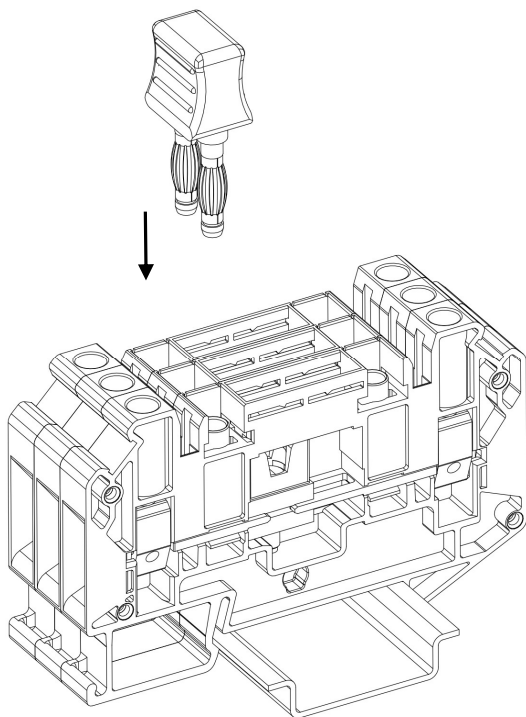
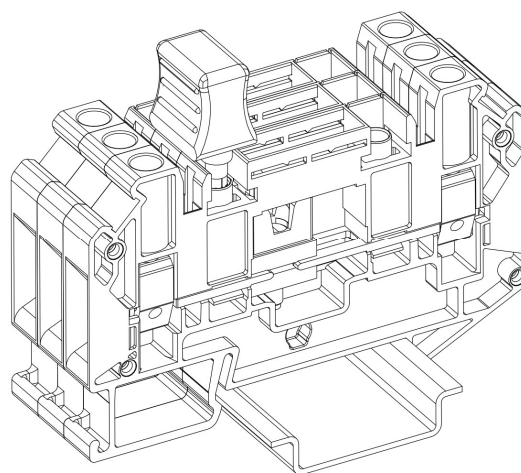

Рисунок 83 – установка короткозамыкающей вилки
Рисунок 84 – короткозамыкающая вилка, установленная в измерительные втулки клеммы
- Для установки короткозамыкающей вилки в клеммы в исполнении с измерительными втулками, необходимо вдавить ее во втулки до момента фиксации (рис. 83; рис. 84). Для клемм в исполнении без измерительных втулок, перед установкой короткозамыкающей вилки, необходимо сначала вставить и закрутить втулки.